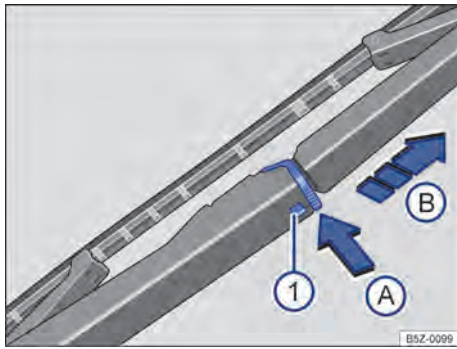

Fig. 137 Substituir a palheta do limpador do vidro traseiro.
- Manter o botão de destravamento → Fig. 137 ⓘ pressionado.
- Pressionar a trava da palheta do limpador do vidro traseiro → Fig. 137, no sentido da seta ⓘ.
- Puxar a palheta do limpador do vidro traseiro → Fig. 137, no sentido da seta ⓘ.
- Introduzir a nova palheta do limpador do vidro traseiro **de mesmo tamanho e modelo** no braço do limpador do vidro traseiro no sentido contrário da seta → Fig. 137 ⓘ até que ela se trave.